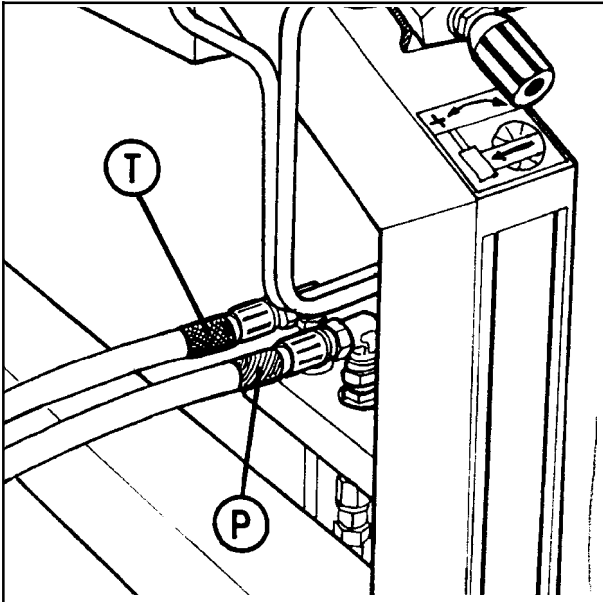

Fig. 4-3
Raccordez la conduite marquée en rouge à la pression (P), et la conduite marquée en bleu au retour (T). (Voir fig. 4-3).